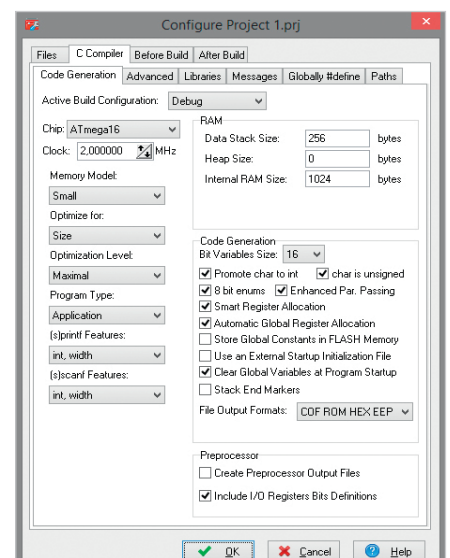

Рис. 10. Закладка Code Generation вкладки C Compiler окна настройки параметров проекта CodeVisionAVR, в котором используется микроконтроллер ATmega16
- в открывшемся окне настройки параметров проекта CodeVisionAVR (Configure Project) перейдём на вкладку C Compiler, на которой выберем закладку Code Generation (рис. 10), где укажем: